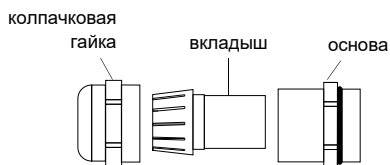

Рис. 7.7: Кабельный сальник
- Протяните кабель питания через колпачковую гайку, вкладыш и основу сальника (смотри Рис. 7.7).
- Зафиксируйте кабельный сальник, прикрутив колпачковую гайку к основе сальника (смотри Рис. 7.7).
- Протяните выходной кабель через колпачковую гайку, вкладыш и основу сальника (смотри Рис. 7.7).